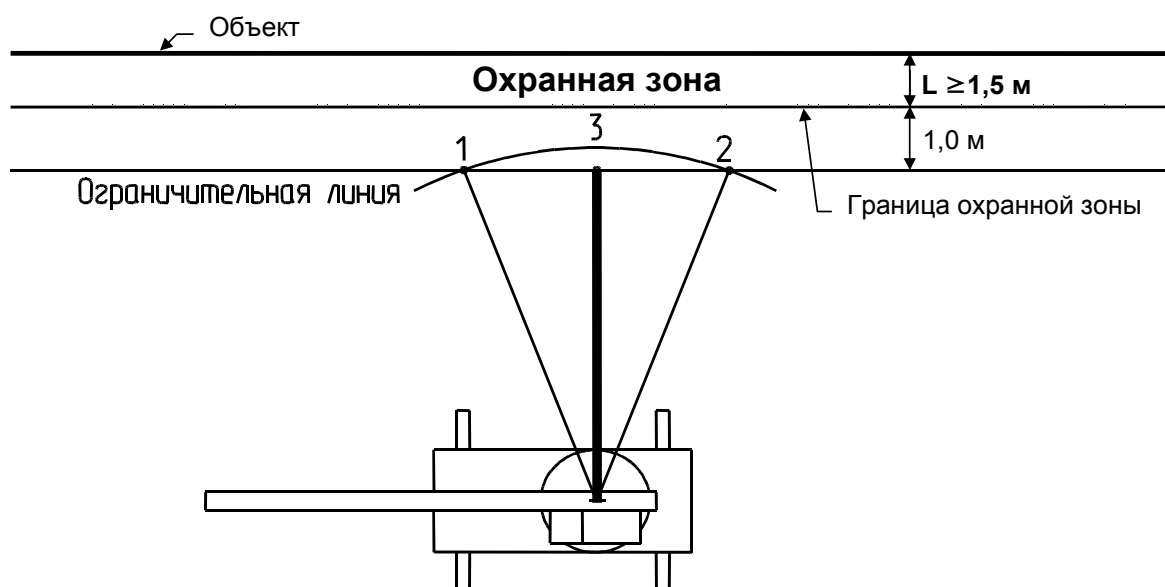

Рисунок 18 - Ввод ограничения СТЕНА
7.3.5.1.1 Ввод ограничения типа СТЕНА вести в следующей последовательности (см. рисунок 18).